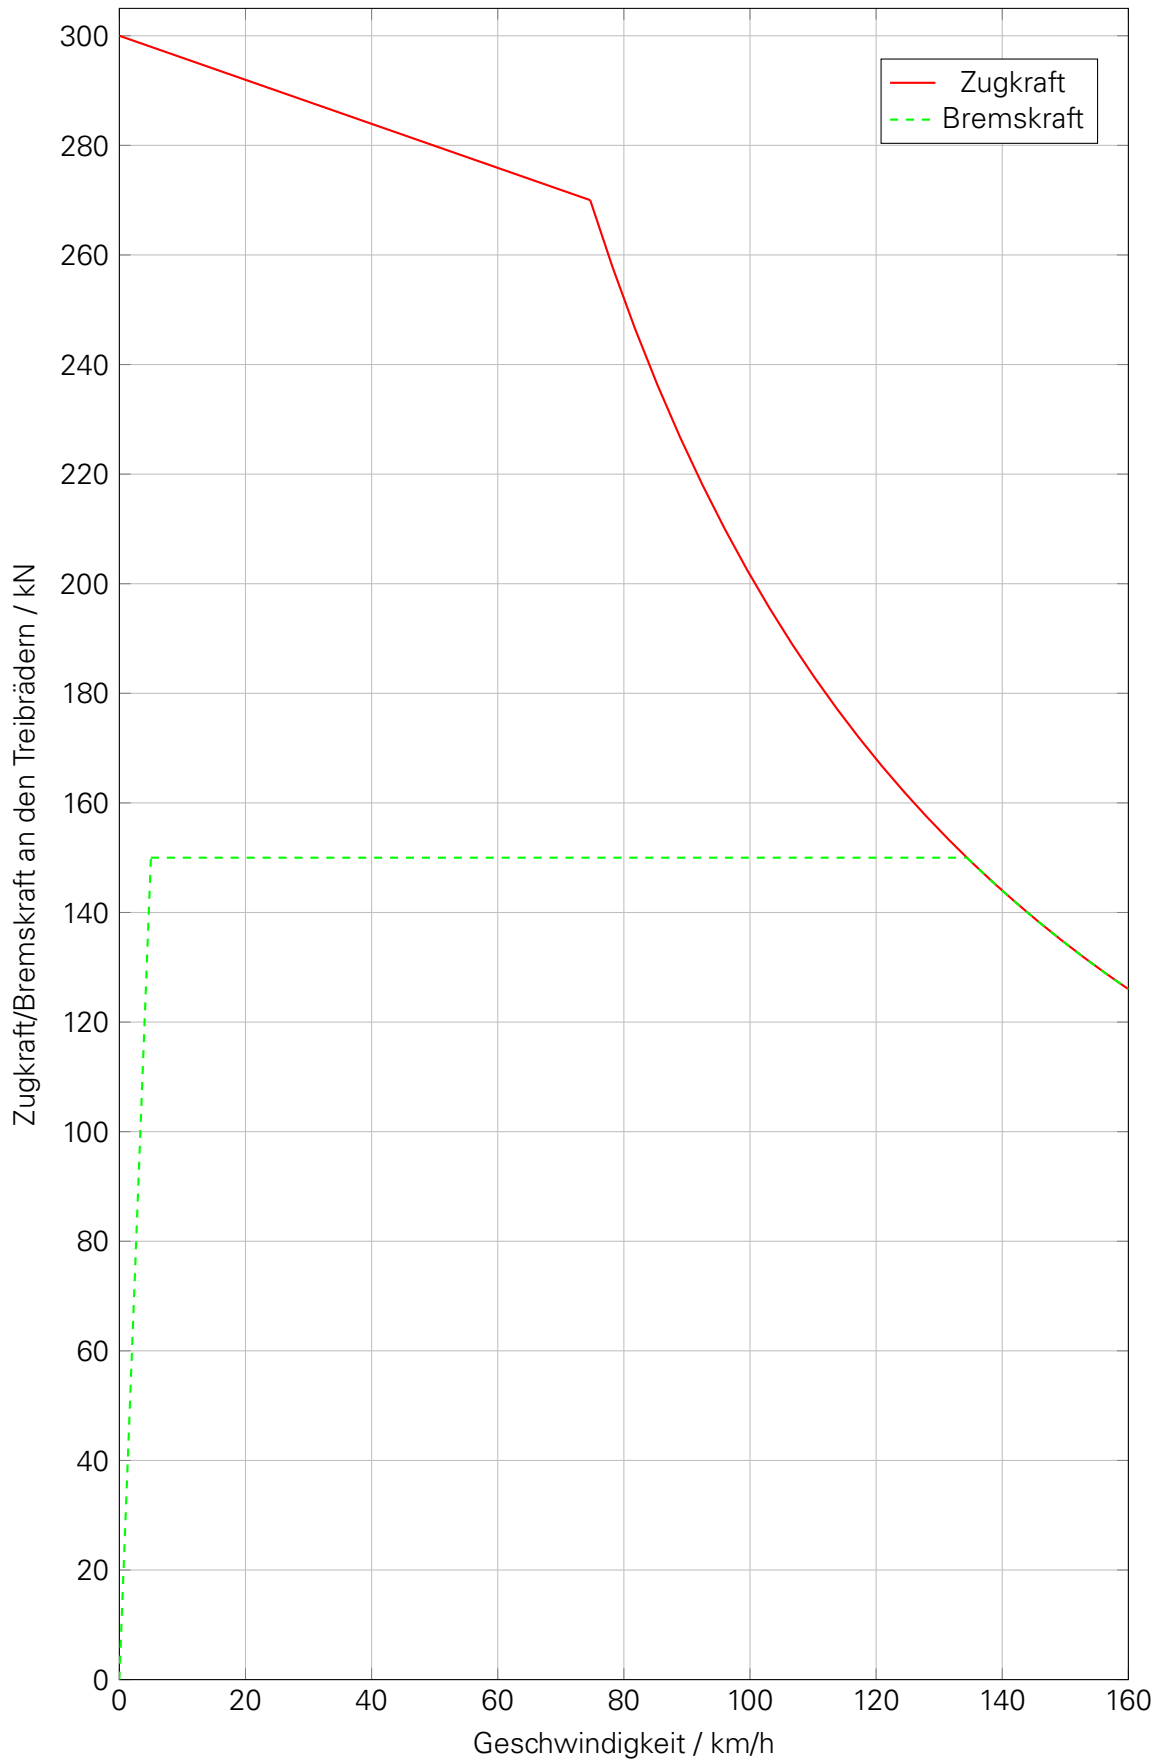

Abbildung 1: Zug- und Bremskraft-Diagramm der betrachteten Lokomotive
2. Von einer elektrischen Lokomotive ist das Zug- und Bremskraftdiagramm gegeben (siehe Abbildung 1)